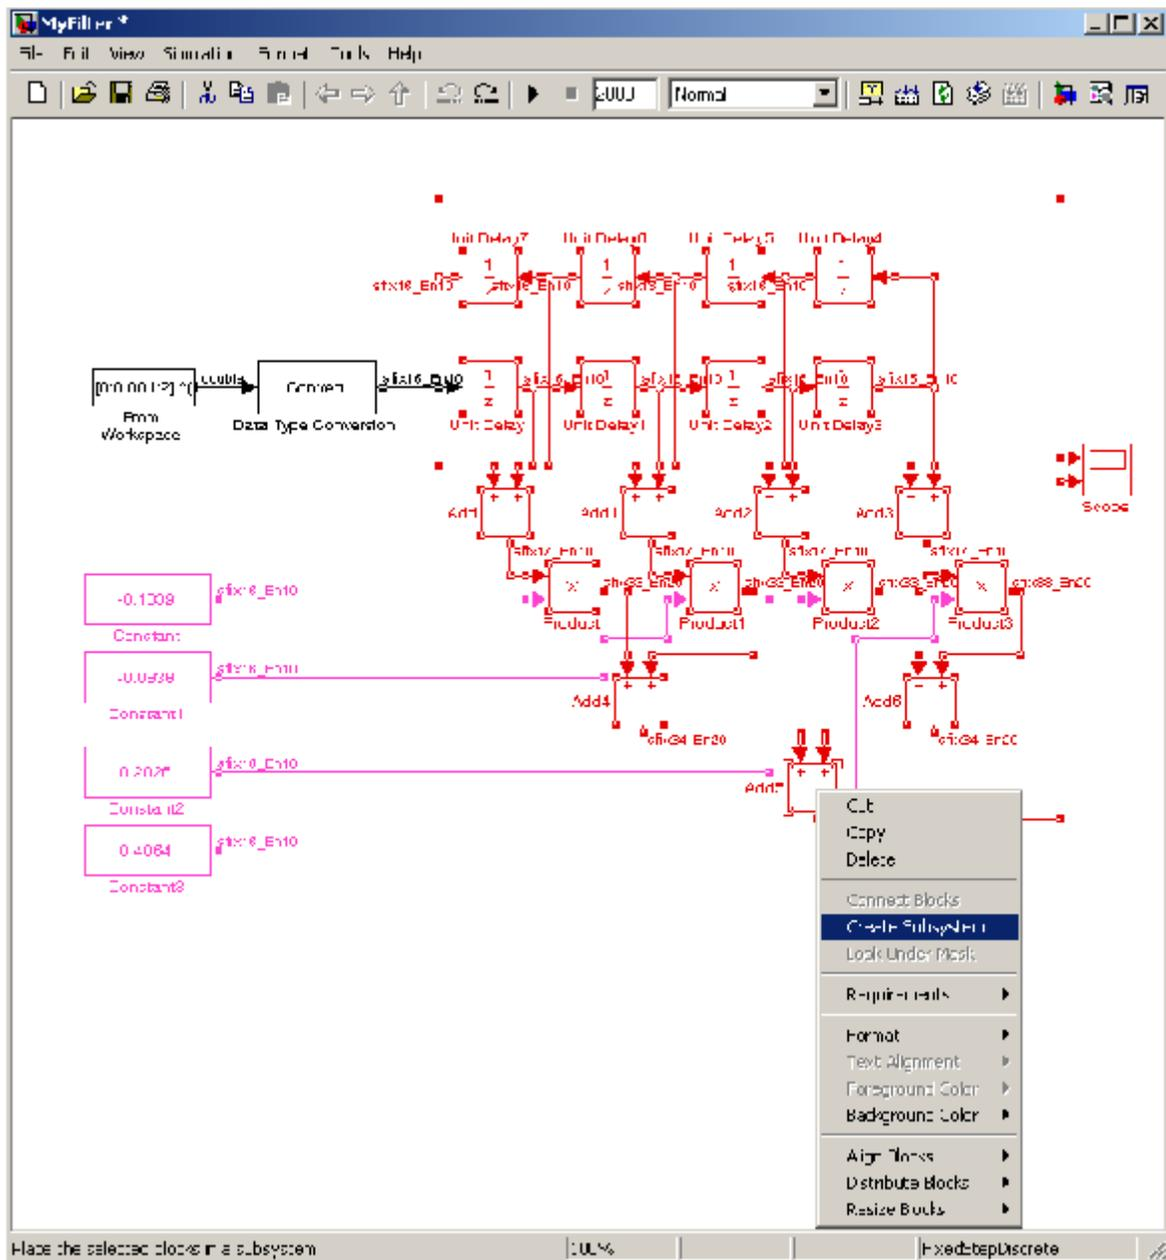

Рисунок 10 – Для объединения блоков в подсистему выберите из контекстного меню, появляющегося при нажатии на правую кнопку «мыши», позицию Create Subsystem
2. Не снимая выделения, нажмите на правую кнопку «мыши» и из выпадающего меню выберите позицию Create Subsystem (рис. 10).